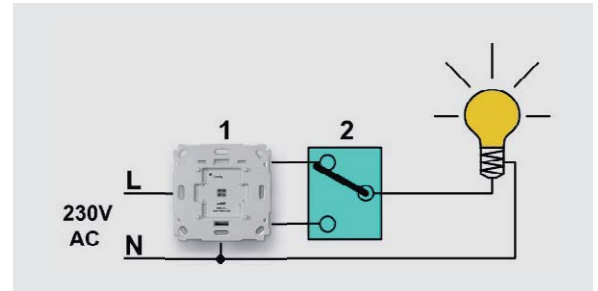

Bild 5: Wechselschaltung mit Homematic Funk-Schaltaktor für Markenschalter
Lösung 1: Der netzversorgte Wechselschalter (1) wird durch den Funk-Schaltaktor für Markenschalter, Unterputz (❷) ersetzt, wie in Bild 5 zu sehen ist. Phase „L“ und Neutralleiter „N“ müssen permanent am Funk-Schaltaktor vorhanden sein. Eine Betätigung ist sowohl über den Funk-Schaltaktor als auch über den vorhandenen Wechselschalter (2) möglich. Die Zustandsvisualisierung des Funk-Schaltaktors in der Homematic WebUI bzw. in der App kann durch die Bedienung am Wechselschalter verfälscht werden. Diese Art der Installation ist nur dann sinnvoll, wenn die zu schaltende Leuchte bzw. der Verbraucher zu sehen ist.